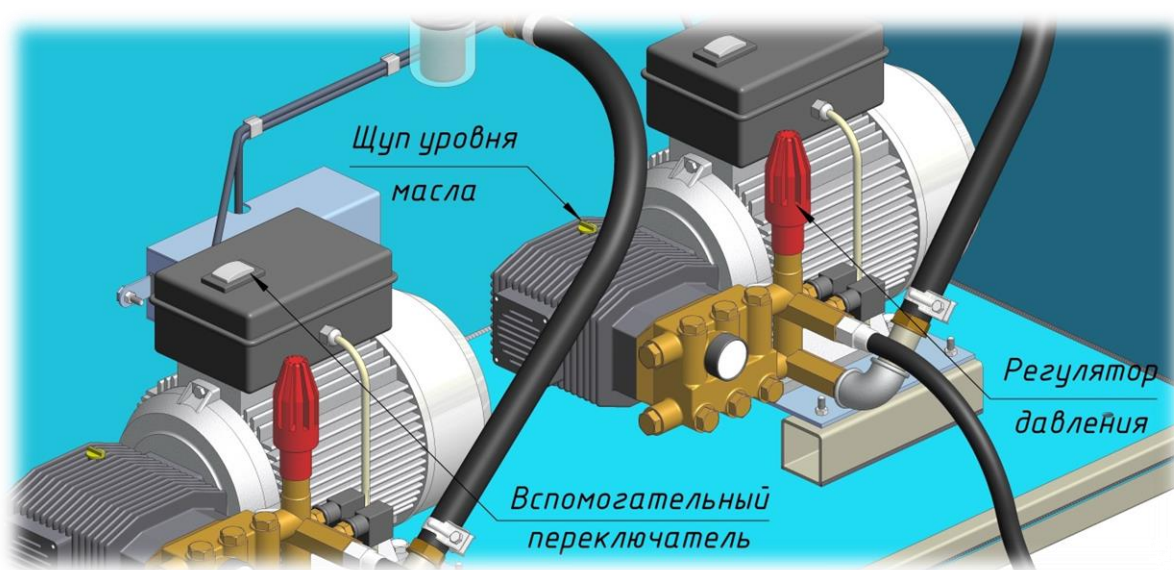

Рисунок 7
**⚠ Помните!** Перед отгрузкой покупателю пункт мойки колес проходит тщательную регулировку основных параметров, поэтому не рекомендуется изменять положения вспомогательного переключателя и регулятора давления (смотри рис. 7).
Каждые 200 часов работы ПМК необходимо проверять уровень масла в насосе с помощью щупа (смотри рис. 7). О марке применяемого масла необходимо проконсультироваться с изготовителем. Полную замену масла в насосе проводить каждые 500 часов работы пункта мойки колес.